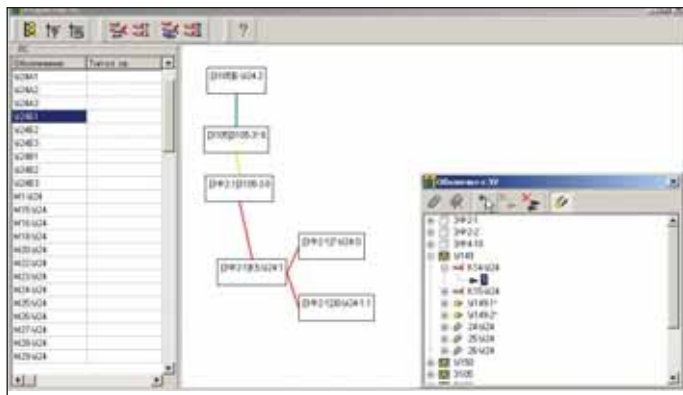

Рис. 6
- корректировка результата определения муфт сращивания; ручная трассировка (рис. 6);